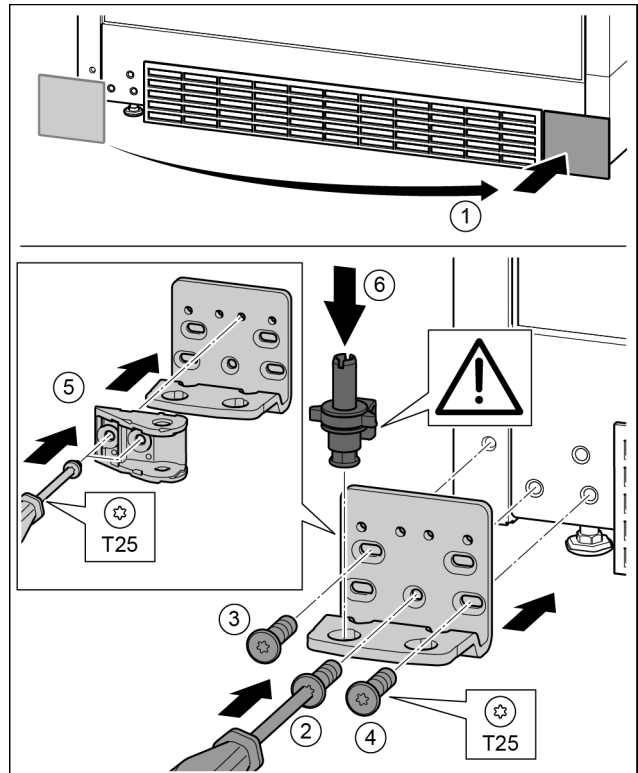

Fig. 31
- ▶ Зніміть кришку та встановіть її з іншого боку. Fig. 31 (1)
- ▶ Встановіть опорний кронштейн з іншого боку і закріпіть гвинтами за допомогою викрутки T25. Почніть із гвинта 2 знизу посередині. Fig. 31 (2)
- ▶ Закрутіть гвинти 3 та 4. Fig. 31 (3, 4)
- ▶ Поверніть з'єднувальний елемент демфера на 180°. Пригвинтіть з іншого боку опорного кронштейна за допомогою викрутки T25. Fig. 31 (5)
- ▶ Вставте цілком опорний гвинт. При цьому виступ фіксатора повинен бути спрямований назад. Fig. 31 (6)